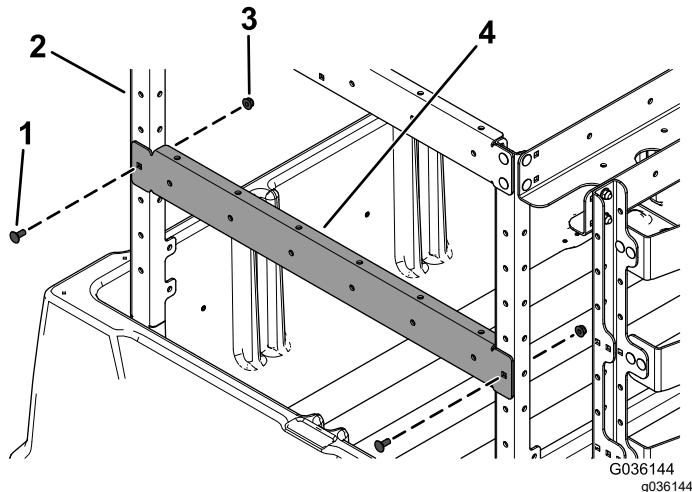

Bild 7
6. Befestigen Sie die vordere Stützhalterung (mit einem Loch an jeder Seite) mit zwei Schlossschrauben (5/16" x $\frac{3}{4}$ ") und zwei Bundmuttern (5/16") an den zwei aufrechten Rahmenhalterungen vorne, wie in Bild 7 abgebildet.